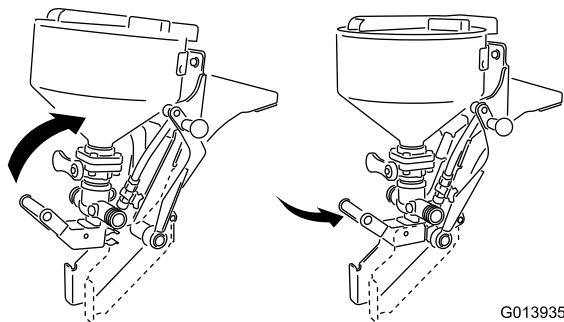

Bild 18
- A. Heben Sie den Ejektor mit dem unteren Griff an und kippen ihn gleichzeitig etwas zum Behälter (Bild 18).
- B. Schieben Sie die Zunge so unter die Kreuzstange, dass die geschweißte Nase im oberen Teil des Rahmens ist (Bild 18).
- C. Schwenken Sie das Teil dann zum Behälter; stellen Sie sicher, dass die Federklemme mit dem großen Schwenkgehäuse im unteren Teil des Rahmens ausgefluchtet ist (Bild 18).